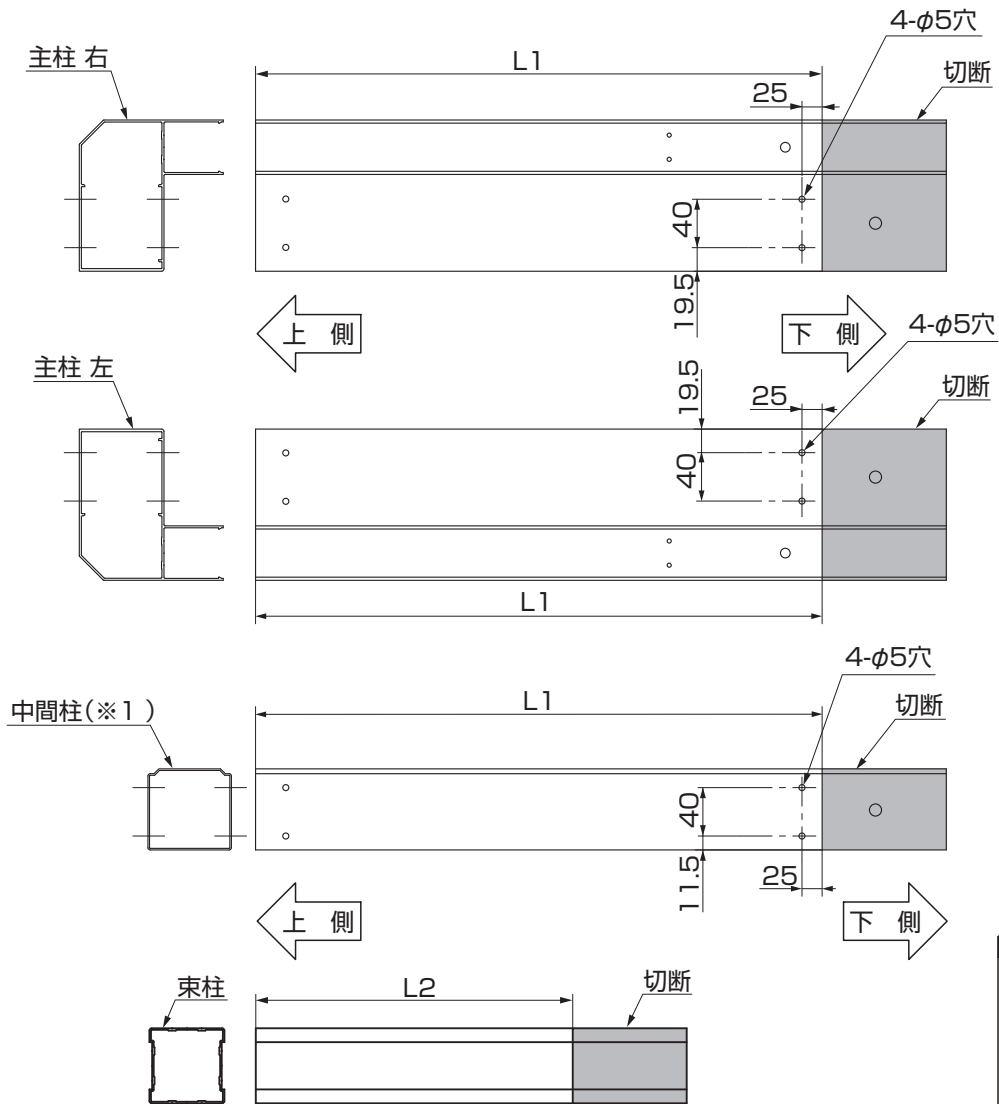

図3-1
① 図3-1、表3-1を参照して主柱、束柱、中間柱を切断および加工してください。